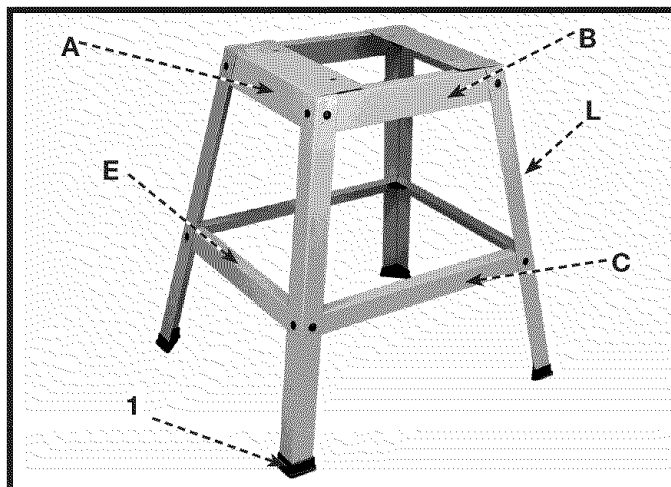

Fig. 4
1. Assembler le socle comme l'illustre la fig. 4, à l'aide des pièces présentées à la fig. 3. Les traverses et les pattes sont identifiées par les mêmes lettres sur les deux photos. Insérer les vis de carrosserie M8x16 mm dans les pattes et les traverses puis enfiler les rondelles plates de 9,5 mm (3/8 po), suivies des rondelles de blocage M8 et fixer solidement avec les écrous hexagonaux M8. Pour le moment, serrer les écrous à la main seulement.
2. Insérer les quatre pieds de plastique (1) fig. 4, au bas de chaque patte (L).